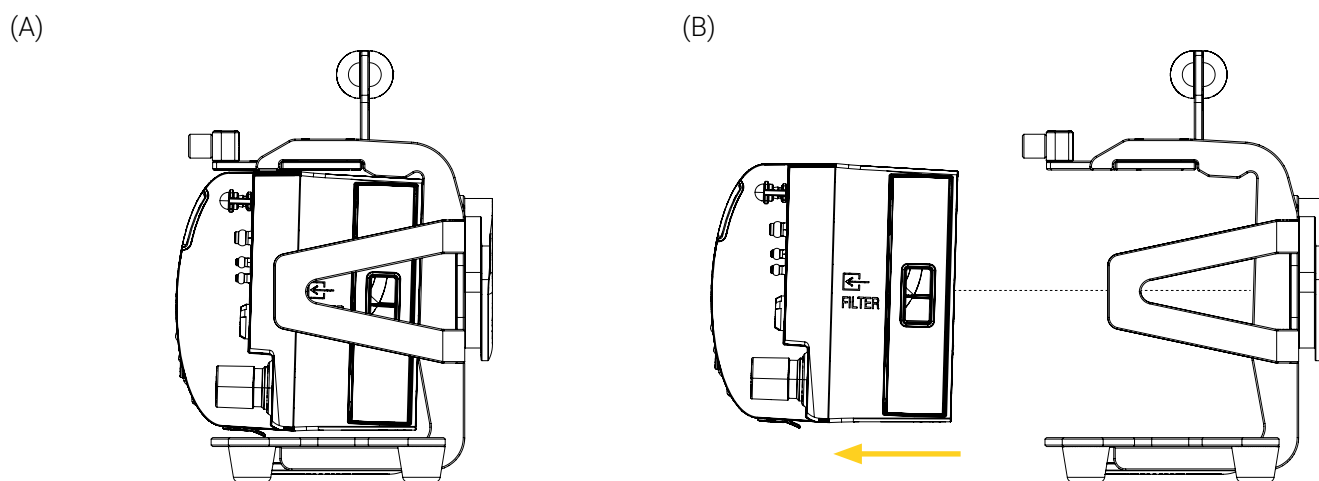

Figure 11: Retrait de l'appareil médical du BP380 – GR
3. Tirer l'appareil médical hors du support de fixation horizontalement (Figure 11).